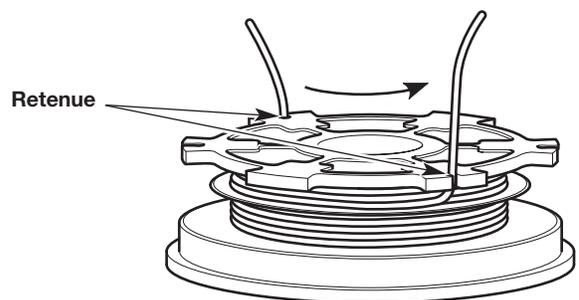

Fig. 21
3. Insérez les deux extrémités de 15 cm (6 po) dans les deux fentes de retenue de .095 (Fig. 21).
4. Insérez les deux extrémités de 15 cm (6 po) dans les deux fentes de retenue de .095 (Fig. 21).